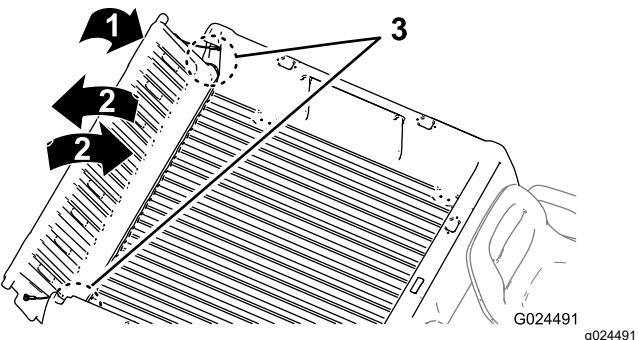

Figura 17
- Gire el portón trasero a un ángulo de 45° aproximadamente (Figura 17).
- Mueva el portón trasero varias veces hacia adelante y hacia atrás, con breves sacudidas (Figura 17).